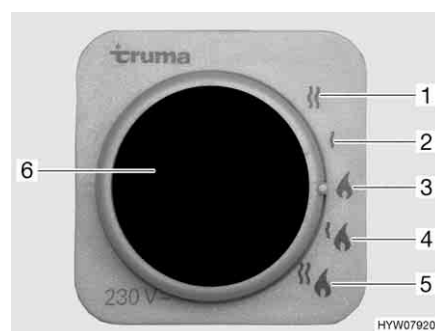

Fig. 163 Selettore di energia per riscaldamento/boiler
- Funzionamento a gas (Fig. 163,3)
- Funzionamento elettrico a 230 V con gradi di potenza da 900 W (Fig. 163,2) oppure 1800 W (Fig. 163,1)
- Funzionamento a gas e funzionamento elettrico a 230 V (funzionamento misto) con gradi di potenza da 900 W (Fig. 163,4) oppure 1800 W (Fig. 163,5)
Se viene selezionato il funzionamento elettrico a 230 V, la spia gialla di controllo si accende (Fig. 163,6).